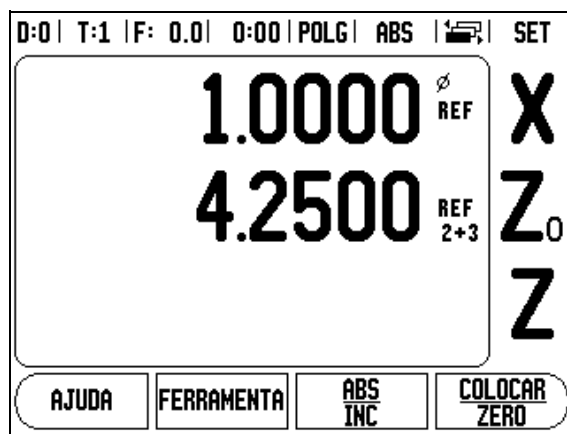

Fig. II.4 Activar Associação Z
- ▶ Prima as teclas numéricas associadas à entrada do codificador localizada na parte posterior da unidade. Prima as teclas de função **+ ou -** para associar uma segunda entrada à primeira. Os números de entrada são visualizados junto à etiqueta do eixo indicando que a posição é associada (ou seja, "2 + 3"). Ver Fig. II.4.
Para associar os eixos Z0 e Z e obter os resultados visualizados no visor Z0, prima insistentemente a tecla Z0 durante 2 segundos. A soma das posições Z serão visualizadas no visor Z0 e o visor Z ficará branco. Ver Fig. II.4.